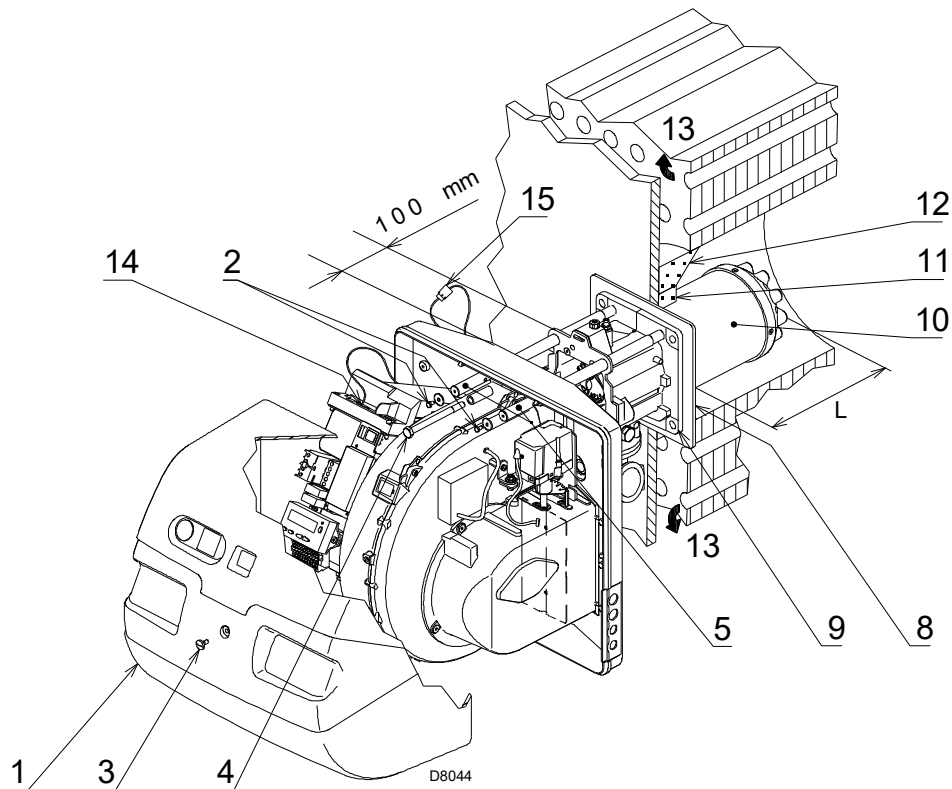

Abb. 17
Stellen Sie bei Kesseln mit vorderem Rauchumlauf 13)(Abb. 17), eine Schutzvorrichtung aus hitzebeständigem Material 11) zwischen dem als Hitzeschutz zwischen Kessel 12) und Flammrohr 10) aus.
Trennen Sie die Flammkopf vom übrigen Brenner, wie in Abb. 17; und wie folgt fortfahren:
- den Brenner auf den Führungen 3) etwa 100 mm von Muffe 4) - Brenner in der in Abb. 17 gezeigten Position montieren;
- den Stecker des Stellmotors 14)(Abb. 17) anschließen und die Kabeldurchführung 15) anschrauben;